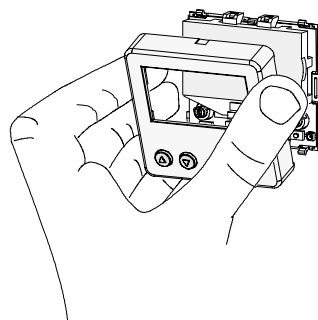
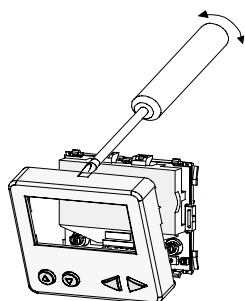

Bild 6a: Variante 1
Bild 6b: Variante 2
- Entfernen Sie die Blende wie in Bild 6a oder Bild 6b beschrieben.
Abnehmen der Blende (Bild 6a und 6b)